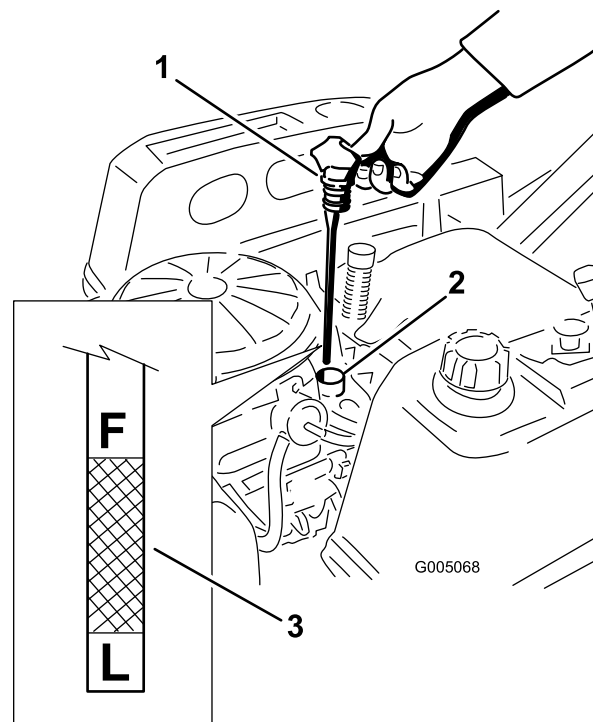

Figura 32
4. Tirate e rimuovete il tappo dell'olio/l'asta di livello; rimuovete l'olio. Reinserite l'asta di livello e premete con forza in sede (Figura 32).
5. Rimuovete l'asta e controllate il livello dell'olio. (Figura 32).
7. Girate la valvola di spurgo di 1/4 di giro in senso antiorario per aprirla e lasciate defluire l'olio (Figura 34). Togliete il tappo/asta del rabbocco dell'olio (Figura 32).
14. Versate lentamente nel tubo di rifornimento (Figura 32) l'80% circa dell'olio indicato.
15. Montate il tappo dell'olio e l'asta di livello e spingete saldamente in sede (Figura 32).
16. Controllate il livello dell'olio (Figura 32); vedere Controllo del livello dell'olio.
18. Montate il tappo dell'olio e l'asta di livello e spingete saldamente in sede (Figura 32).